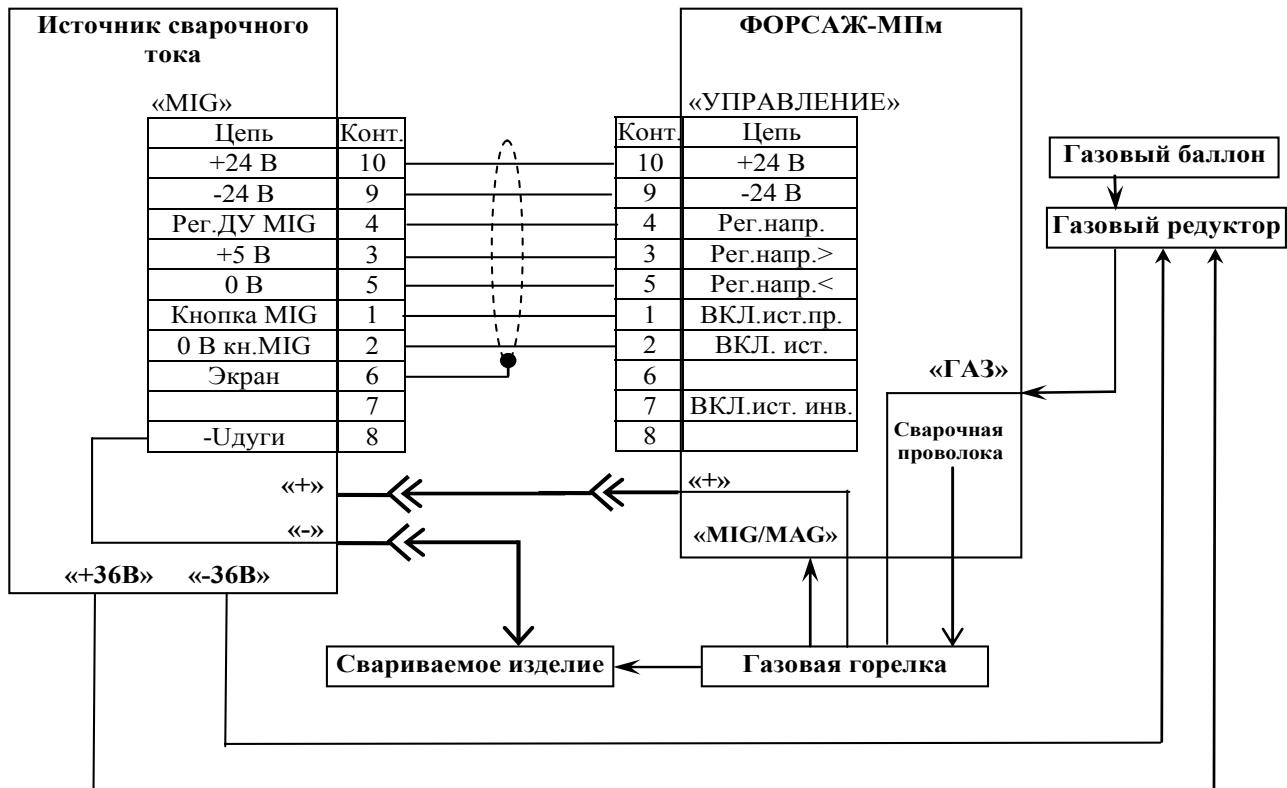

Рисунок 6.1
6.5 Подключить с помощью кабелей управления ВИАМ.685621.127 и силового ВИАМ.685634.001 соответственно соединитель управления МПП «УПРАВЛЕНИЕ» к специальному соединителю источника сварочного тока («MIG» для источников тока ФОРСАЖ) и соединитель МПП «+» - к соединителю источника сварочного тока «+», подключить кабель зажима к соединителю источника сварочного тока «-» и к свариваемому изделию, подключить газовую горелку к соединителю МПП «MIG/MAG», подключить ПГ, при его наличии, к гнездам подачи напряжения питания ПГ («+36 В», «-36 В» для источников тока ФОРСАЖ) (см. рисунок 6.1). Схемы кабелей подключения МПП к источнику сварочного тока приведены в приложении А.